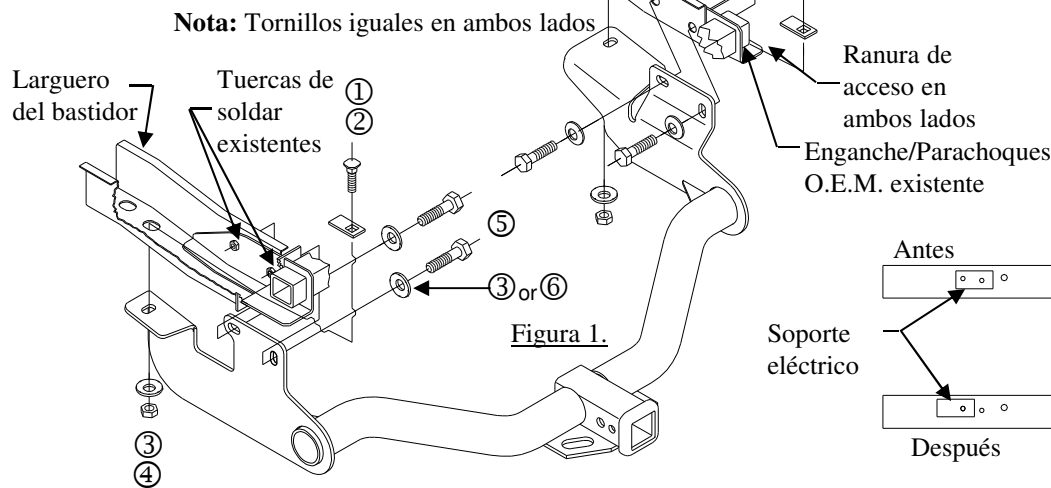

Figura 1.
Instalación para vehículos con Enganche/Parachoques O.E.M. Clase 2 Integrado. (Figura 1) – Sin enganche O.E.M., ver siguiente página (figura 4)
4. Usando el cable de halar inserte los pernos de carruaje y los bloques a través de la ranura de acceso en el extremo del bastidor como se muestra en la Figura 1. Usando el cable de halar enrollado mantiene el bloque independiente del perno (ver Figura 2). Inserte el cable de halar a través de la ranura existente y el enganche.